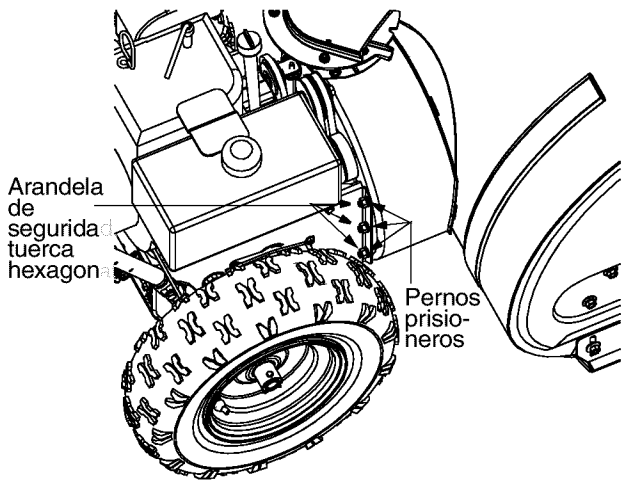

Figura 23
- Extraiga las seis tuercas hexagonales y arandelas de seguridad que fijan el conjunto del bastidor de la espiral sin fin al conjunto del bastidor. Vea la Figura 23.